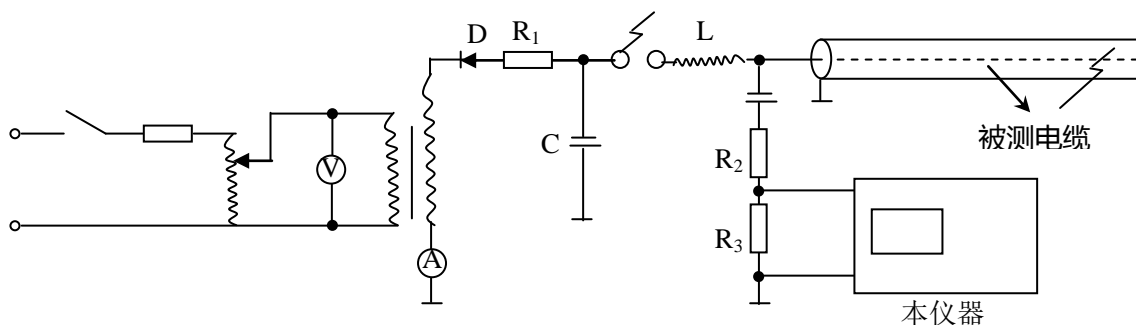

图 10 冲击高压法测试原理
- 3) 在使用直闪法或冲闪法测试时，要注意人身安全及设备安全。必须接好地线。地线连接按图 10 正确连接好。